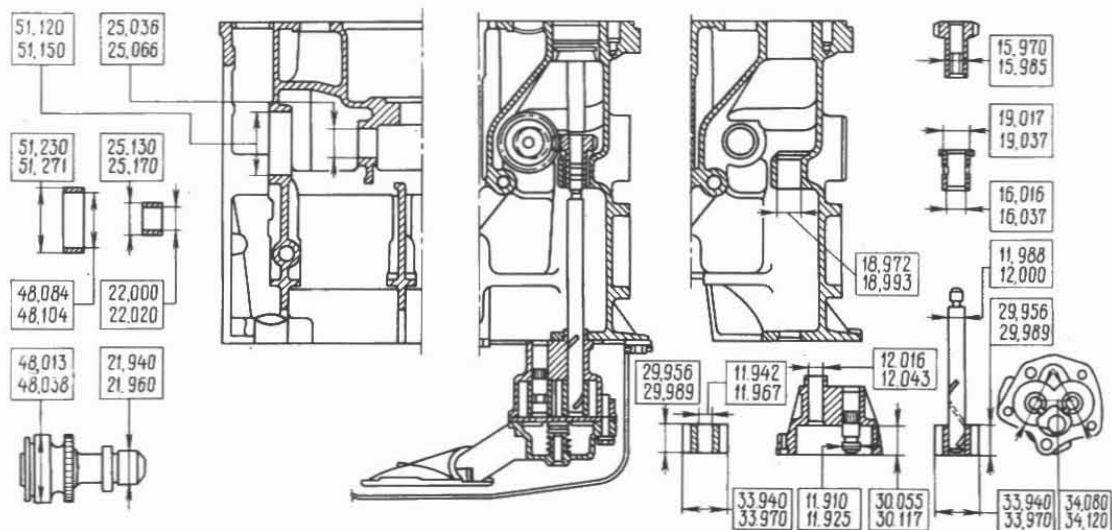

Fig. 2-69. Dimensiones principales de la bomba de aceite y de su mando
- después del embutido los casquillos se deben mecanizar definitivamente por el diámetro interior (los diámetros se citan en la fig. 2-69). Para asegurar la completa coaxialidad de los casquillos del árbol, se emplea el escariador A.90353, con el cual se mecanizan los dos casquillos a la vez.